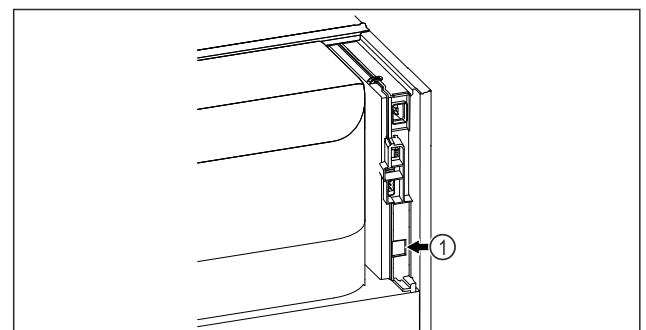

Fig. 109
- SmartModule Fig. 109 (1) ir ievietots.